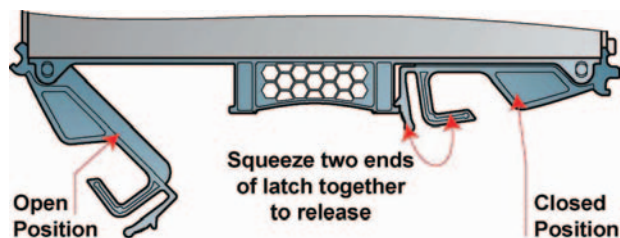

Figura 9: Patilha do módulo E/S
2. Com a patilha na posição aberta (*consulte a Figura 9*), faça deslizar o módulo para dentro da estrutura até que a patilha prenda automaticamente.